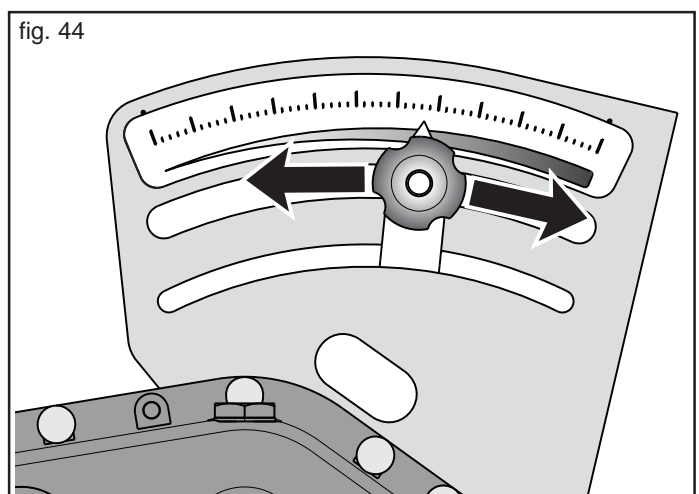

fig. 44
- 7) ... quindi portare la leva a fondo scala «55», riportarla a «0» (zero) poi posizionarla in corrispondenza del valore individuato (in base alla quantità di prodotto da distribuire), agendo sul pomello di regolazione (Fig. 44).